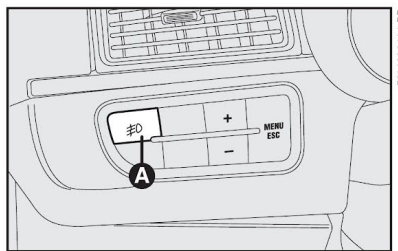

fig. 62
cada vez que a chave de ignição for desligada. Para ligá-lo novamente é necessário pressionar o botão **A**-fig. 62.
**PREDISPOSIÇÃO PARA FARÓIS AUXILIARES** - fig. 62